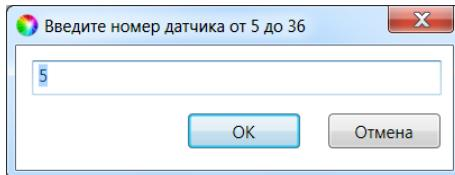

Рис. 6.24. Окно *Введите номер зоны от 5 до 36*
2. Нажмите кнопку  в открывшемся окне *Введите номер зоны от 5 до 36* укажите номер и нажмите кнопку *OK* (рис. 6.24). В результате номера радиоизвещателей отобразятся в столбце **Зона** (рис. 6.25).